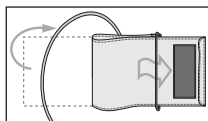

Рис.6
1. Продерните край манжеты примерно на 5 см в металлическое кольцо (рис. 6).